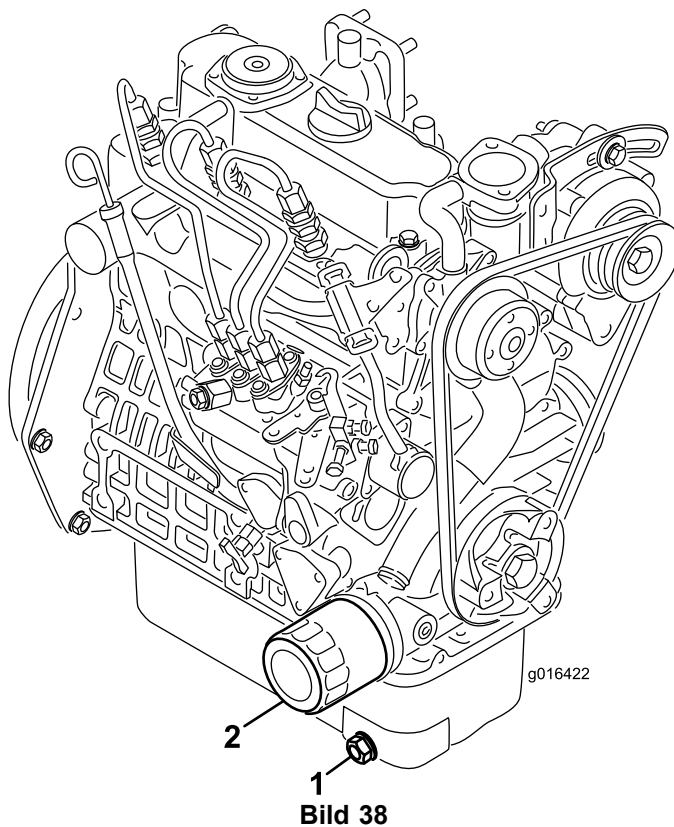

Bild 38
1. Entfernen Sie die Ablassschraube (Bild 38) und lassen Sie das Öl in die Auffangwanne ab. Schrauben Sie die Ablassschraube wieder ein, nachdem das Öl abgelaufen ist.